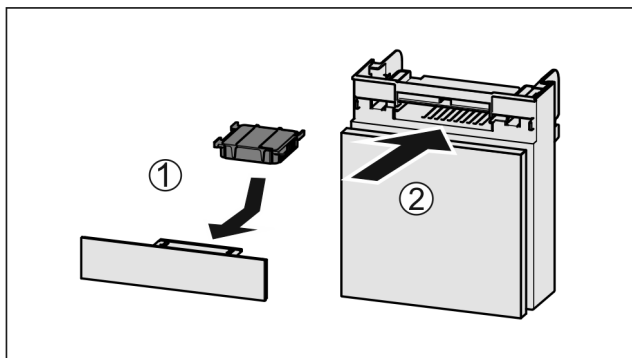

Fig. 51
- ▶ Sett inn Fig. 51 (1) aktivkullfilteret etter figuren.
- ▶ Skyv inn Fig. 51 (2) hyllen.